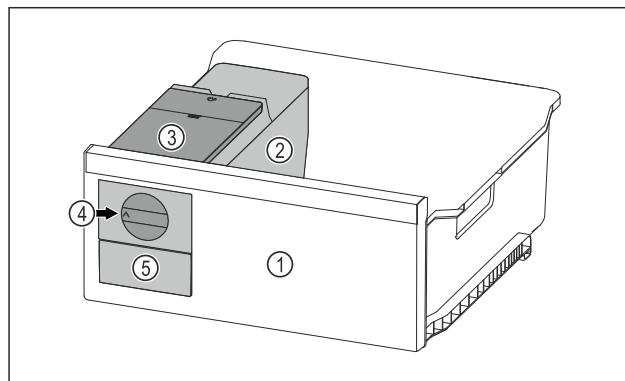

Fig. 128 Ilustrační zobrazení
- Otočte otočný knoflík Fig. 128 (4) ve směru hodinových ručiček až na doraz.
- Kostky ledu padají z misky na kostky ledu do zásuvky na kostky ledu Fig. 128 (5). Pokud se ze misky na kostky ledu neuvolní všechny kostky ledu: